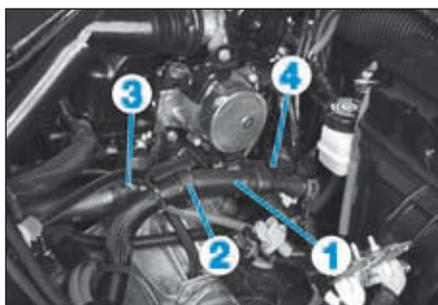

FIG.32
- Ecarter la durit (1) en la dégrafant du collier (2) (Fig.32).
- Désaccoupler les durits (3) et (4) du boîtier thermostatique.